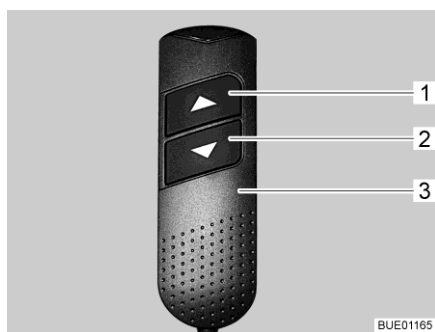

Fig. 114 Commande manuelle
- Sur la commande manuelle (Fig. 114,3), appuyer sur la touche "▼" (Fig. 114,2) et la maintenir pressée. Le pied rentre. Les têtes se relèvent.
- Sur la commande manuelle (Fig. 114,3), appuyer sur la touche "▲" (Fig. 114,1) et la maintenir pressée. Le pied sort. Les têtes s'abaissent.
- Sur la commande manuelle (Fig. 114,3), appuyer sur la touche "▼" (Fig. 114,2) ou sur la touche "▲" (Fig. 114,1) jusqu'à ce que la position désirée soit atteinte. Les têtes restent dans la position désirée.